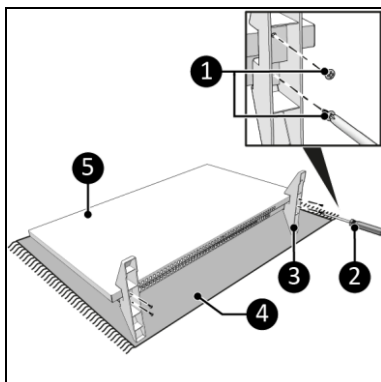

Figura 7
1. Așezați dispozitivul pe o suprafață moale și stabilă (Figura 7, poz. 4).
2. Așezați soclurile (Figura 7, poz. 3) pe ambele părți ale corpului principal (Figura 7, poz. 5).
3. Însurubați și strângeți fiecare soclu cu două șuruburi mici (Figura 7, poz. 1) și cu ajutorul unei șurubelnițe Phillips (Figura 7, poz. 2).